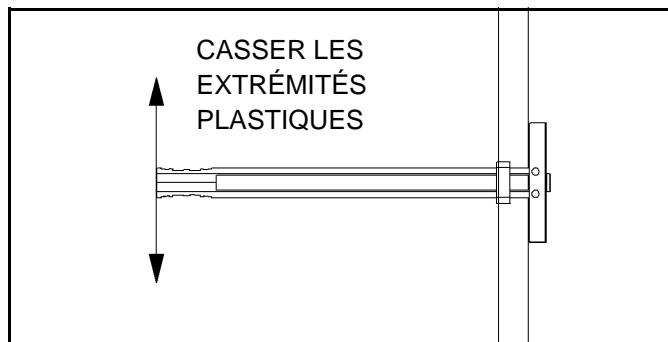

Figure 7.
- Écartez les extrémités de la prise pour les doigts afin de briser les extrémités plastiques et l'affleurer avec la bague plastique de l'ancrage (voir figure 7).